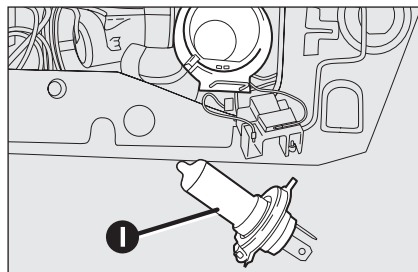

fig. 26
- asportare la lampada bruciata **I-fig. 26** ed inserire la nuova lampada;